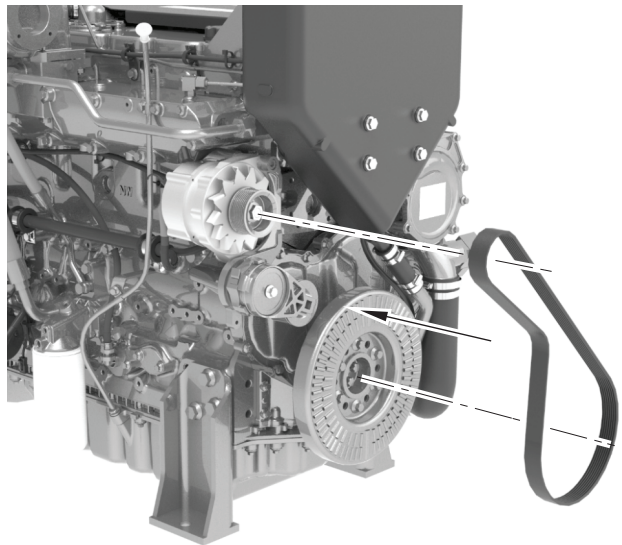

Figura 14
3. Instale la correa nueva correctamente, tal y como se muestra en la figura 14. Asegúrese de que la correa esté totalmente asentada en las poleas. Se aplicará la tensión correcta automáticamente al retirar el trinquete.